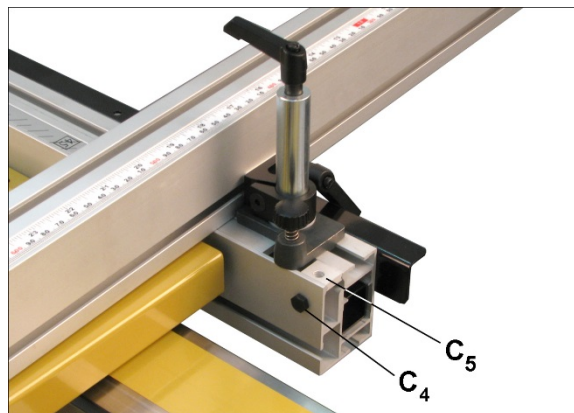

Рисунок 8-10
6. Ослабьте винт (C_4 , рисунок 8-10) и задвиньте фиксатор угла (C_5) на направляющую настройки угла с задней стороны так, чтобы фиксирующий штифт вошел в отверстие.